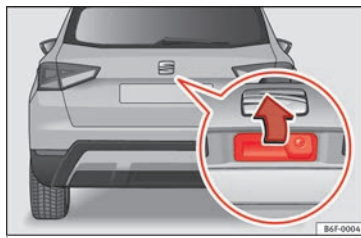

Bild 6 Baklucka: handtag
Bakluckan har ett elektriskt öppningssystem*. Detta aktiveras genom ett lätt tryck på handtaget »» **bild 6**.
- Öppna bakluckan: tryck lätt på handtaget »» **bild 6**. Bakluckan öppnas automatiskt.